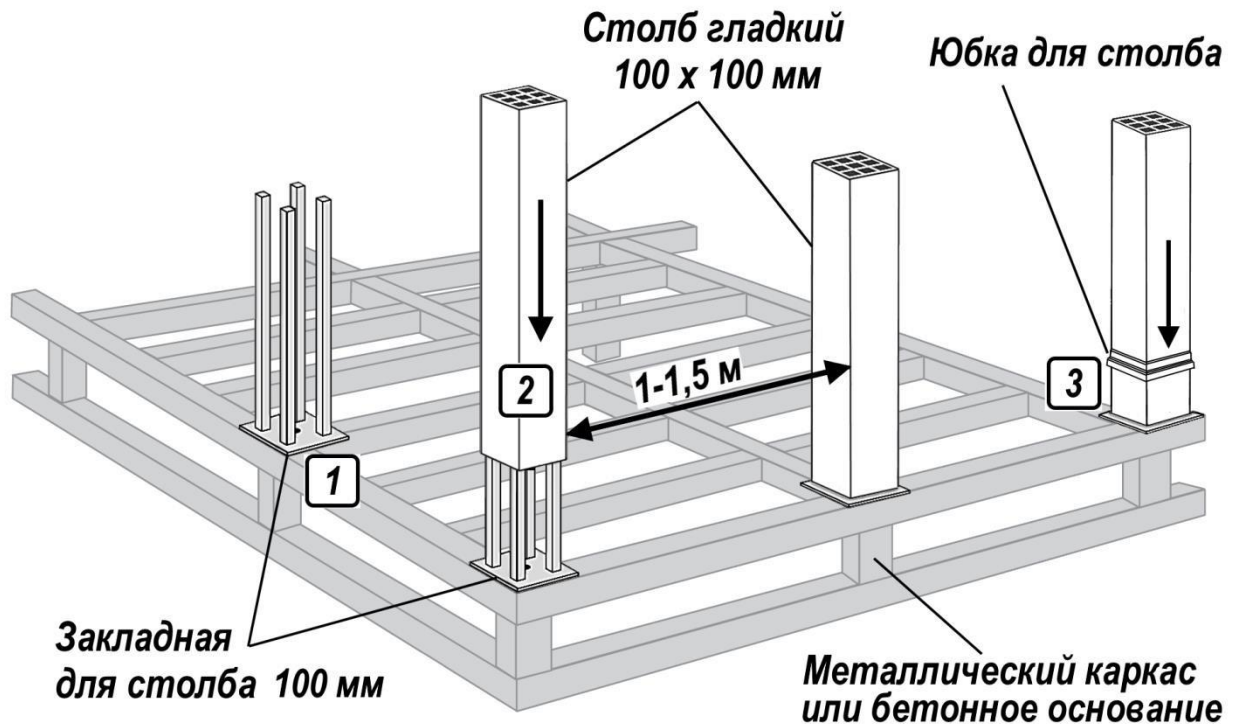

Рис.1
3. Монтаж ограждений начинается с установки металлических закладных для столбов 100 мм, в зависимости от высоты ограждения Рис. 1 (1).
На закладные наденьте столбы Рис. 1 (2). Вертикальные трубы закладной должны зайти в полости столба.
В итоге столбы должны стоять прочно, чтобы на них можно было опереться. Сверху на столб заводится юбка и опускается вниз, Рис. 1 (3).